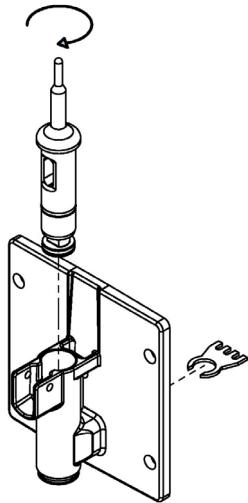

Figura 3-5 Retiro de la espita y la barra rompehielos
- I. Gire el cuerpo de la espita hasta que pueda extraer la barra rompehielos. Retire la barra rompehielos (consulte la Figura 3-5).